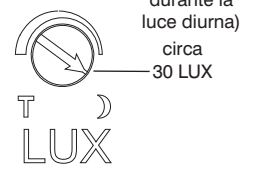

FIG. 16
La regolazione **LUX** determina il livello di luminosità al quale l'impianto di illuminazione entra in funzione quando il rilevatore rileva un movimento. Ruotare temporaneamente il regolatore **LUX** in senso orario fino all'arresto (posizione corrispondente alla luna) - fig. 16). In questa modalità di regolazione temporanea, il rilevatore di movimento rimane inattivo con la luce diurna. Al crepuscolo, nel momento in cui è presente il livello di luminosità al quale si desidera che si attivi l'impianto di illuminazione, ruotare lentamente il regolatore **LUX** nella direzione contraria fino all'accensione della lampada/e.
• **LUX** adjustment sets the brightness level at which the lighting system must come into operation when it detects motion. Provisionally turn the **LUX** control knob to the edge clockwise at the moon ☾ position (fig. 16). In this provisional setting mode, the Motion sensor remains inactive during daylight. At dusk, when you find the lux level desired for operation, slowly turn the **LUX** control knob in the opposite direction until the lamp/lamps switch on.